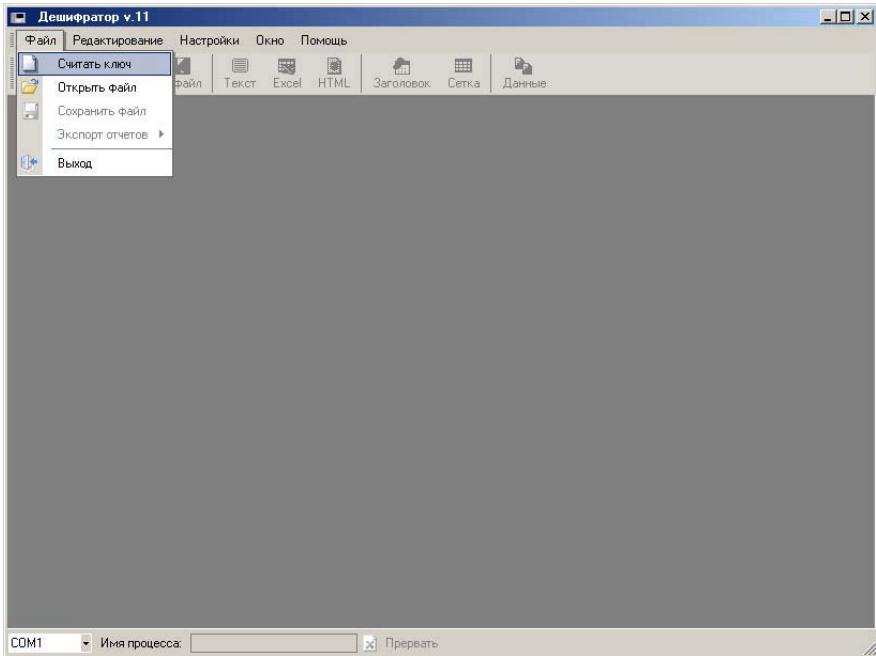

Рисунок 3
3.5 В выпадающем меню ФАЙЛ выбрать СЧИТАТЬ КЛЮЧ и проконтролировать процесс переноса информации в УСИ-1, сопровождаемый миганием светодиода СВЯЗЬ и отображаемый в нижней части окна программы (рисунок 3).